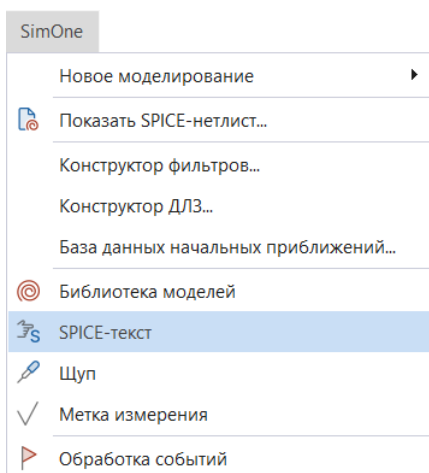

Рис. 28 Добавление объекта SPICE-блока
1. С помощью главного меню «SimOne» → «SPICE-текст», см. Рис. 28.